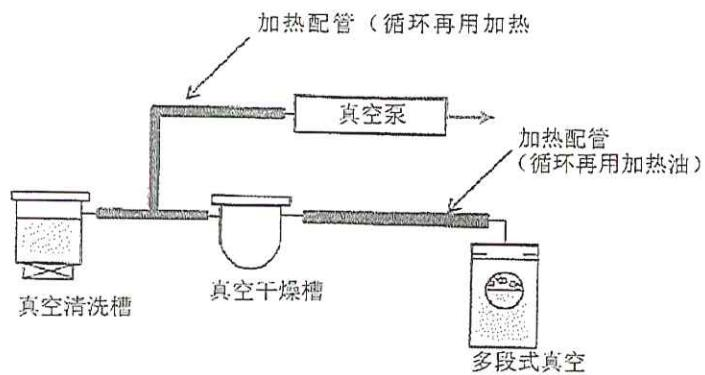

图 7 真空泵的吸气管加热系统
(2) 真空泵如果直接吸入清洗剂，这些液体会在泵内膨胀，造成故障。这是由于泵内的清洗剂膨胀后侵入轴承内部使润滑油溶解，导致轴承受损。本公司对该问题采取了有效的对策，在真空泵入口的管道全部采用加热配管，使吸入的清洗剂变成蒸汽后直接通过真空泵内部。采取这个对策后，真空泵再无故障。而且，该配管加热时是循环利用多段式真空蒸馏再生机用剩下的导热油，因此不会增加新的热源（图 7）。还有，从真空泵排出的废气和油雾都通过废气回收罐进行冷却回收，在设备内循环再用。通过这些的对策，既减少了清洗剂的补给量从而降低成本，也更加环保。另外，本对策可以从排气扇向设备外的排气温度为平均 28℃ 以下。
(3) 关于清洁能力，在水洗的基础上，配合乙二醇醚真空清洗，再使用蒸汽精细地清洗，并反复进行。在真空清洗中增加摇动效果，通过真空与大气压的反复“闪洗法”，对螺丝孔等难以清洁的地方也能够完美地清洗干净（参考表 2）。